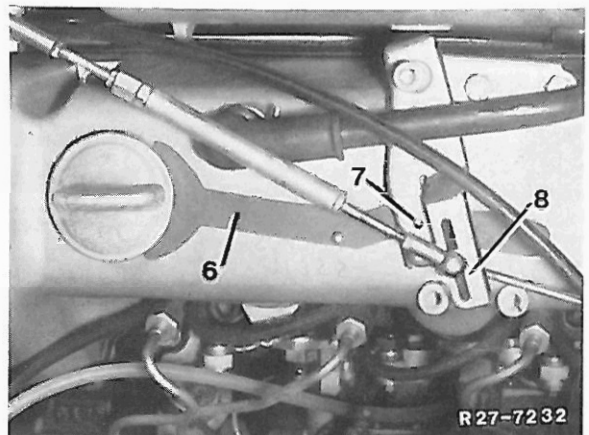

Bild 20
3 Einstellehre (6) mit der Vollgasraste in die Bohrung des Zwischenhebels (8) einhängen. In Vollgasstellung der Drosselklappe darf das federnde Zuggestänge nicht über den Leerweg hinaus auseinandergezogen werden (siehe Bild 20).